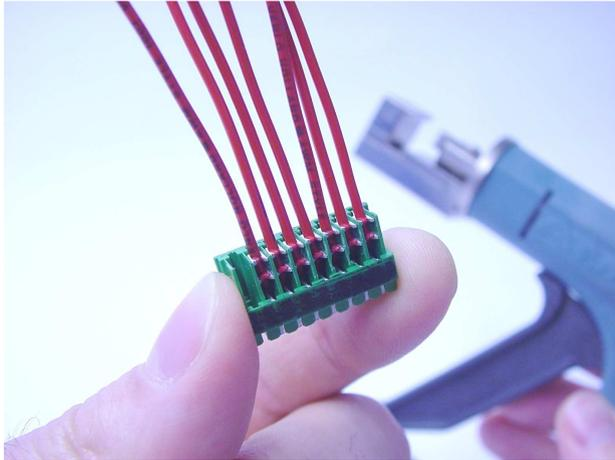

Abbildung 4
4. Schritt 2 und 3 werden wiederholt bis die gewünschten Kontaktkammern bestückt sind. Zum Schluss kann der Steckverbinder mit den angeschlagenen Kabeln entnommen werden (siehe Abbildung 4).